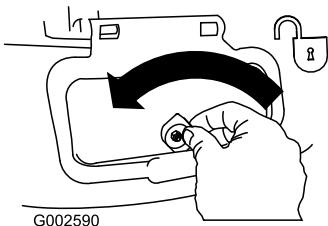

Figure 28
- Déverrouillez le volet d'éjection latérale (Figure 28).